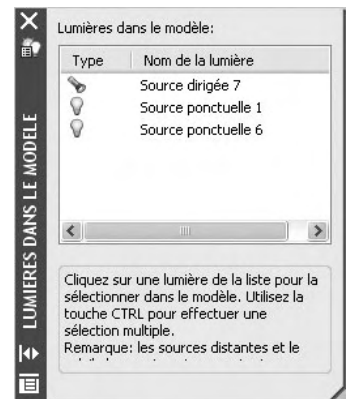

Fig.10.8
- 1 Vous pouvez choisir une lumière dans la liste pour la sélectionner dans le dessin. Pour trier la liste, cliquez sur les en-têtes de colonne Type ou Nom de la lumière (fig.10.8).